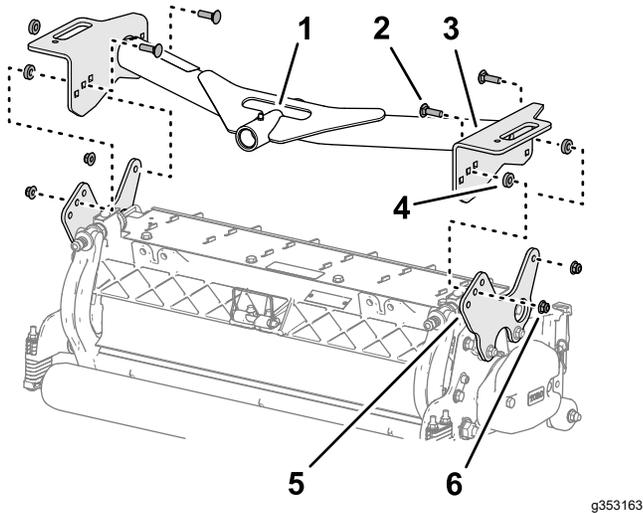

图 19
1. 将前承载架板中的孔与滚刀组安装板中的孔对齐图 19。
2. 对齐承载板和安装板之间的隔片图 19 并使用托架螺栓 $\frac{3}{8}$  x 1 $\frac{1}{4}$  英寸和凸缘锁紧螺母 $\frac{3}{8}$  英寸松动地组装板和隔片。